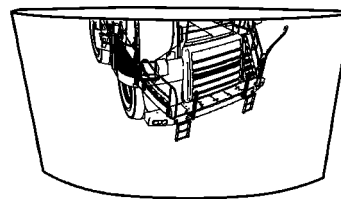

Ilustración 63
- el ancho total del parachoques delantero, según se muestra en la ilustración 63